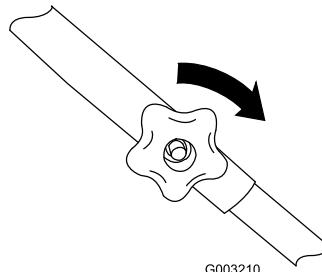

Figura 5
- Instale los pernos y los pomos del manillar superior con los pomos en la parte exterior del manillar, apretando los pomos todo lo posible (Figura 5).